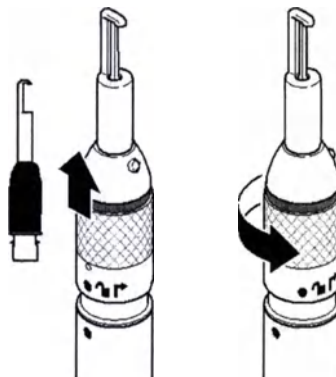

Рисунок 3 – Снимите патрон
1. Удерживая двигатель в вертикальном положении, потяните расцепляющее кольцо и поверните его против часовой стрелки, чтобы отделить патрон от двигателя (Рисунок 3).